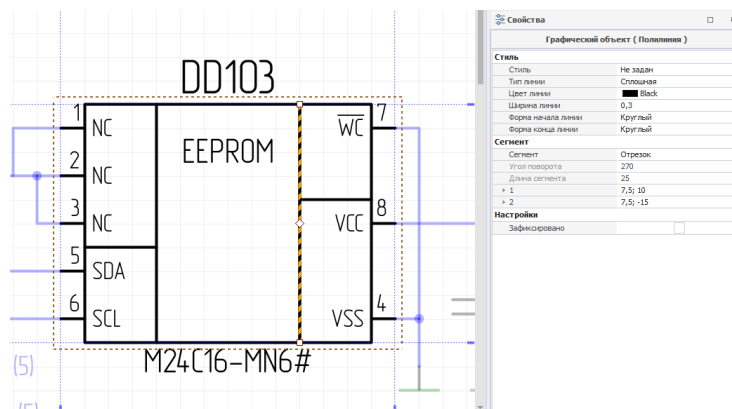

Рис. 34 Редактирование УГО компонента на схеме
- УГО станет доступно для редактирования, см. Рис. 34. В панели «Свойства» откроется доступ к редактированию представления УГО компонента.